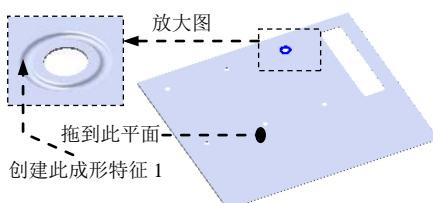

图 17.10.66 创建成形特征 1
Step13. 创建图 17.10.66 所示的成形特征 1。
(1) 单击任务窗格中的“设计库”按钮 ，打开“设计库”对话框。
(2) 单击“设计库”对话框中的 ch17 节点，在设计库下部的列表框中选择“case_shaped_tool_05”文件并拖动到图 17.10.66 所示的平面，在系统弹出的“成形工具特征”对话框中单击 按钮。